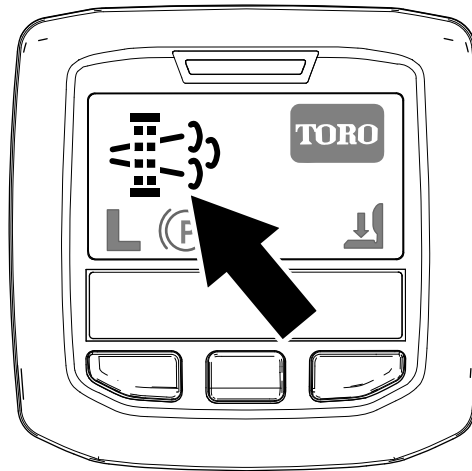

Figure 46
- L'icône de régénération en stationnement s'affiche dans l'InfoCenter (Figure 46).